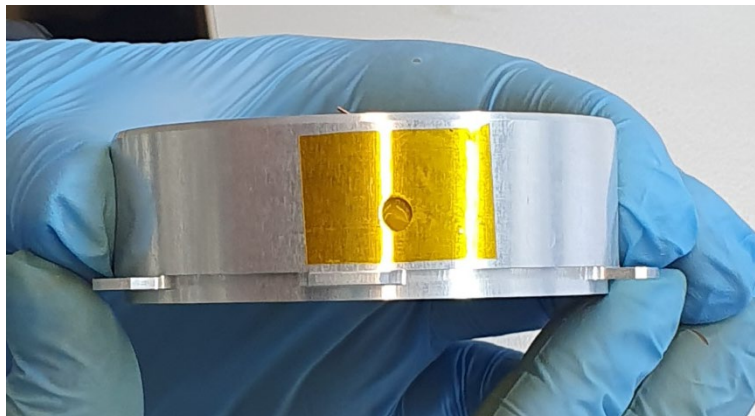

Рисунок 2.3. Корпус статора с закрытым отверстием для введения клея
10. Закрыть оба отверстия полосками пленки полиимидной клеей (рис. 2.3).